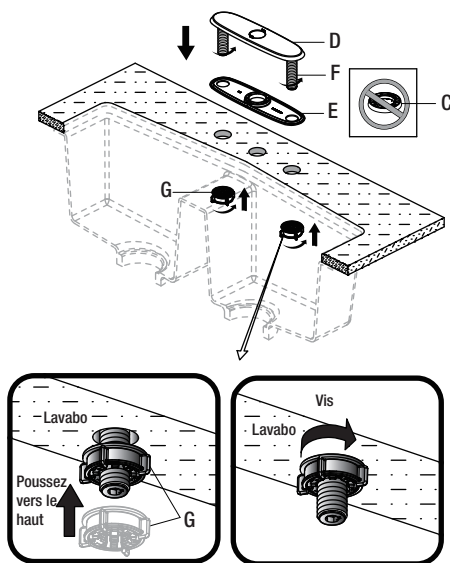

Fig 1
- Avant l'installation, retirez la bride (C).
- Vissez les tiges (F) dans la rosace (D) et assurez-vous que la plaque de base (E) est appuyée contre la rosace (D) avant d'installer la rosace (D) sur les trois trous du lavabo.
- À partir du dessous du lavabo, fixez solidement la rosace au lavabo à l'aide des écrous faciles à installer (G) fournis. Poussez les écrous faciles à installer (G) vers le haut dans le lavabo et serrez à la main comme illustré sur la Fig. 1.